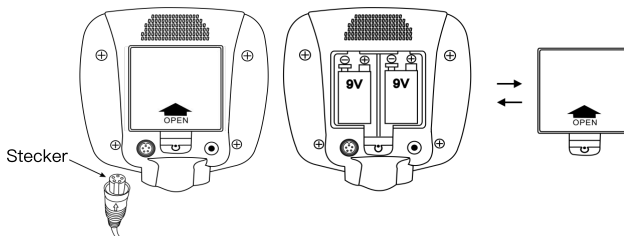

Abb.5
5. Wickeln Sie das Kabel der Suchspule mäßig elastisch um die Aluminiumstange und lassen Sie es nicht wackeln. Stecken Sie das Kabel unten rechts in den Schaltkasten, zielen Sie auf den Schlitz, stecken Sie das Ende ein und ziehen Sie die Schraube fest. (siehe Abb.5) Hinweis: Ziehen Sie nicht am Kabel, sondern am Stecker.
Batteriefach ein. Wenn Sie den Detektor längere Zeit nicht benutzen, nehmen Sie die Batterie aus dem Batteriefach. (siehe Abb.5)